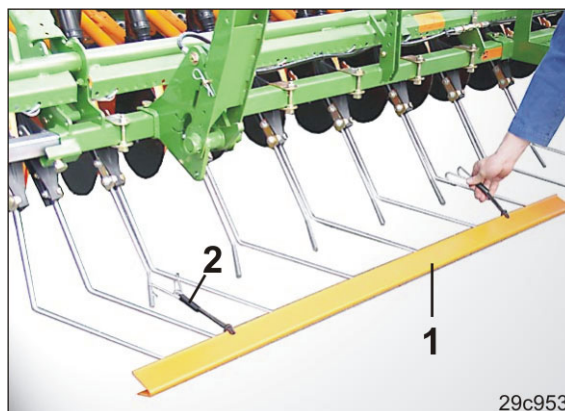

Fig. 204
1. Glisser la barre de sécurité routière en plusieurs parties (Fig. 204/1) sur les pointes de dent du recouvreur FlexiDoigts.
2. Fixer la barre de sécurité routière avec les fixations de ressort (Fig. 204/2) sur le recouvreur FlexiDoigts.